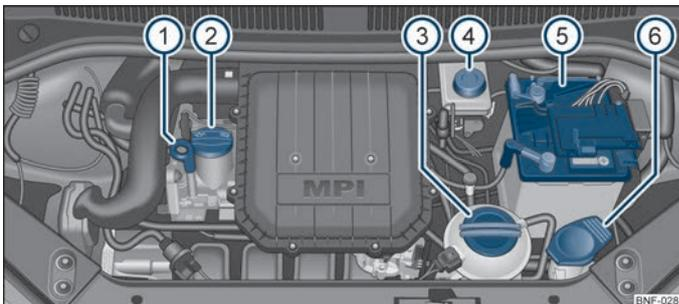

Fig. 92 Motore a benzina 1,0 I/55 kW MPI
- Svitare il tappo della bocchetta di rifornimento olio motore ⇒ fig. 92.
Il serbatoio di espansione liquido di raffreddamento è disposto nel vano motore. ③ ⇒ fig. 92.